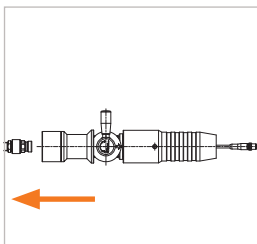

Figure 17
- ▶ Retirez soigneusement le réceptacle de service WEH® et en ligne droite du nozzle de ravitaillement (Figure 17).